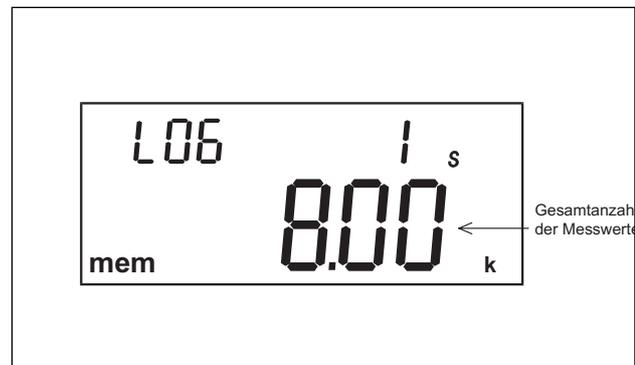

Abb. 8.5
- Wenn der interne Speicher voll ist, bevor die Funktion AUFZEICHNUNG beendet ist, wird die Funktion automatisch beendet. Folgendes wird angezeigt (Abb. 8.5), Beispiel für 8000 Messwerte im Intervall von 1 s: